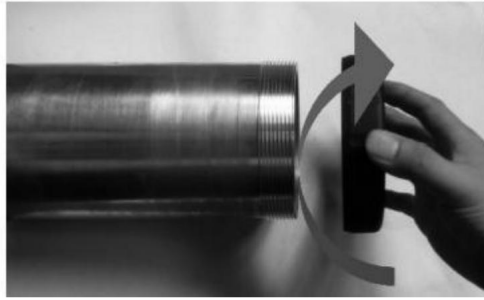

Figure 3
4.1.1 Installer ou modifier le dispositif de retenue de douille d'empilage, sélectionner un dispositif de retenue en fonction des tailles de pieux de 45 mm, 55 mm, 88 mm, comme c'est le cas montré sur la figure 3.